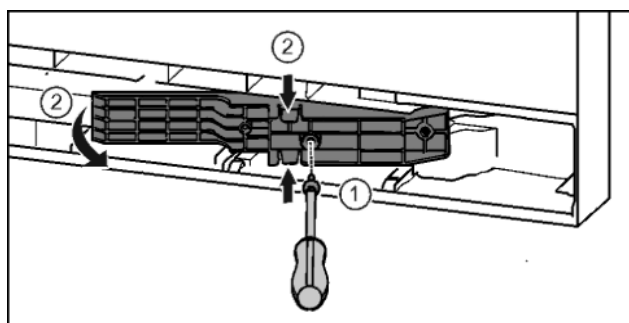

Fig. 21*
- Отпустить винты отверткой T15. Fig. 21 (1)*
- Извлечь деталь адаптера. Fig. 21 (2)*